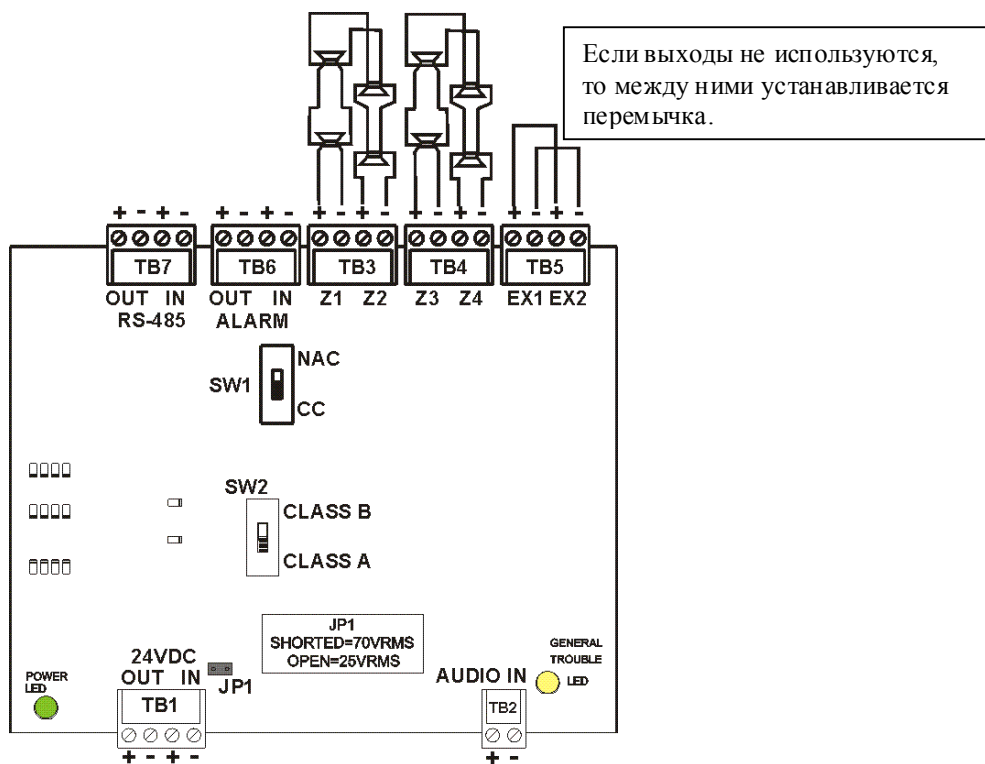

Рис.3 Подключение кольцевых шлейфов.
- Схема подключения кольцевых шлейфов к разветвителю показана на Рис. 3.
- Если к выходам EX1 и EX2 не подключена кольцевая линия связи с панелями расширения Omega SPB-160, они также должны быть замкнуты аналогичным образом (см. пример на Рис.3).